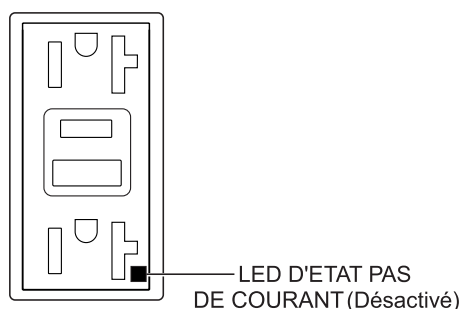

Figure 71. Prise GFCI (OFF)
6. Vérifiez que la foreuse s'éteint lorsque vous appuyez sur le bouton TEST et que la LED d'état de la prise GFCI s'éteint (Figure 71).